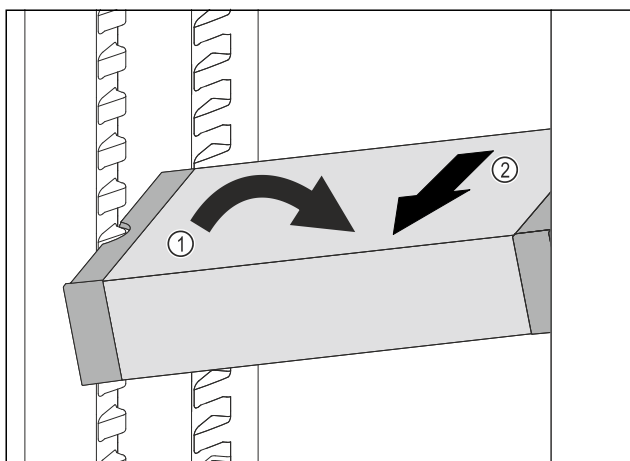

Fig. 171
- VarioSafe postavte v chladničce šikmo. Fig. 171 (1)
- VarioSafe odeberte směrem dopředu. Fig. 171 (2)